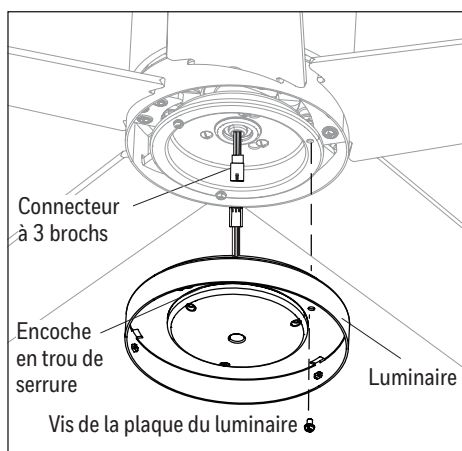

Figure 4.5
- Retirez l'une des trois vis de la plaque du luminaire et desserrez les deux autres vis sans les retirer. Raccordez le connecteur à 3 broches de la plaque du luminaire au connecteur à 3 broches du luminaire. Soulevez les deux encoches en trou de serrure du luminaire par-dessus les deux vis desserrées de la plaque du luminaire, puis tournez le luminaire dans le sens des aiguilles d'une montre. Ensuite, fixez le luminaire à la plaque du luminaire à l'aide de la vis de la plaque du luminaire retirée précédemment. Serrez toutes les vis (Figure 4.5).